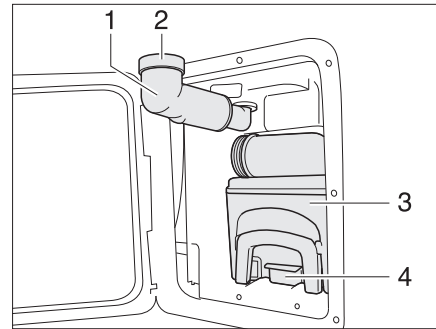

Fig. 153 Cassette Thetford
- Faire pivoter le bec de remplissage d'eau fraîche (Fig. 153,1) vers l'extérieur.
- Retirer le bouchon à vis (Fig. 153,2).